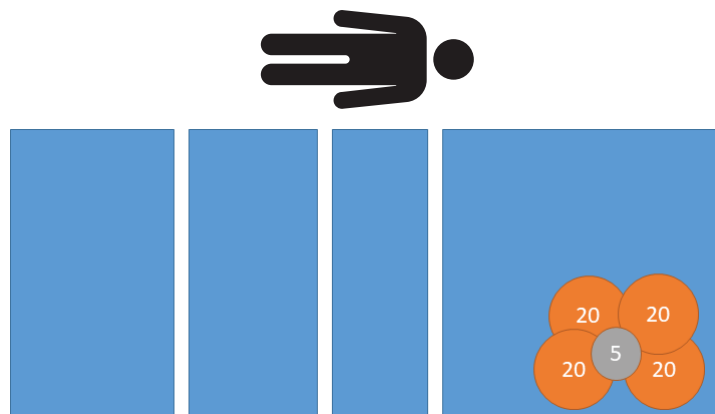

図 13 – 偏心試験 - 頭部左側85 kg
1. 較正済み分銅を使用して、85 kgを製品の頭部左側に載せます (図 13)。